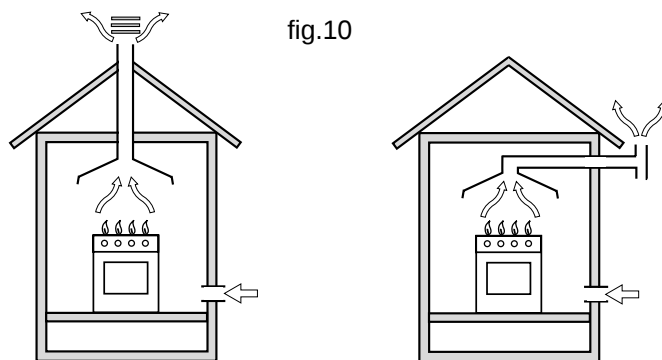

fig.10
- O aparelho precisar escoar os produtos da combustão mediante um adequado exaustor, que deve estar ligado a uma chaminé, a um condutor de fumo ou directamente para o externo (fig. 10).